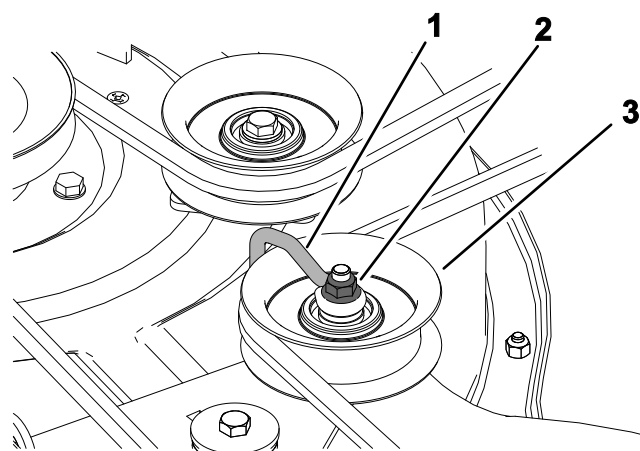

Figura 56
6. Para plataformas com três lâminas, desaperte a porca que fixa a forma de arame à polia intermédia (Figura 56).
**Nota:** Posicione a forma de arame contra o braço intermédio como se mostra na Figura 56.